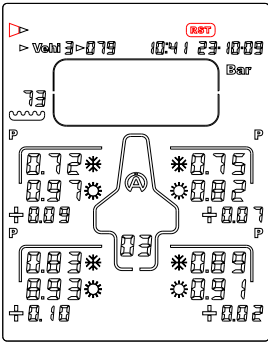

Abbildung 14
- 1) Mithilfe der Tasten  , wählen Sie das Symbol "**RST**" (Abbildung 14)